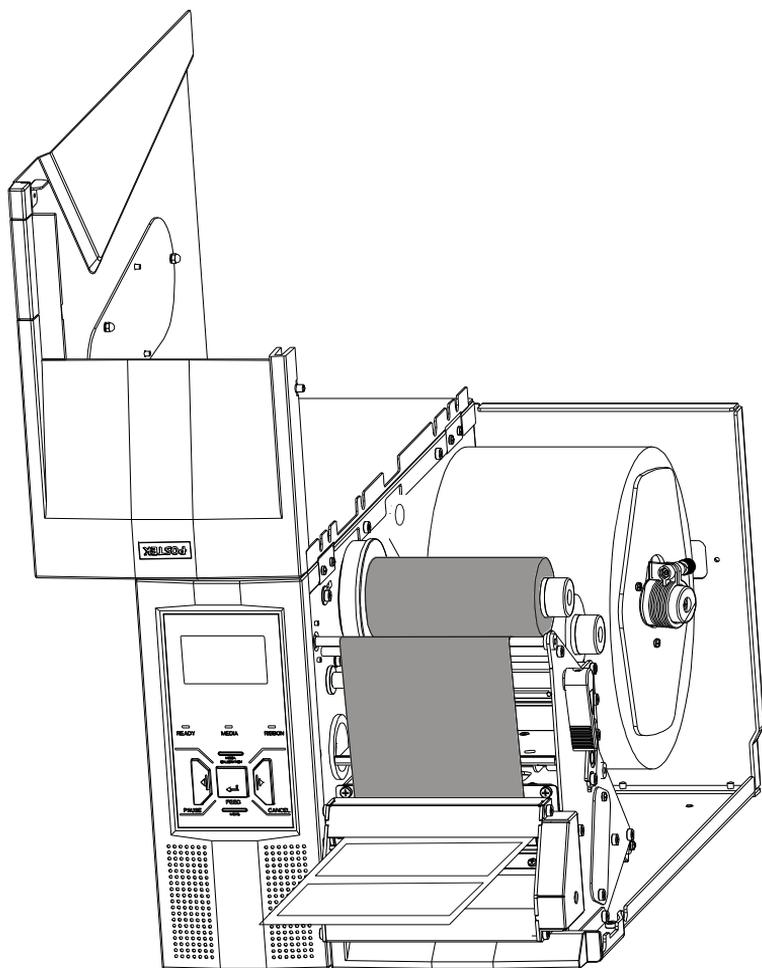

图 12-2
4. 打开打印头，安装好标签、碳带，并将标签穿过切刀，再将打印头压下（Close），切刀安装完成。（图 12-1、图 12-2）
注意：图12-2 为TX3r、TX6r 切刀安装示意图。